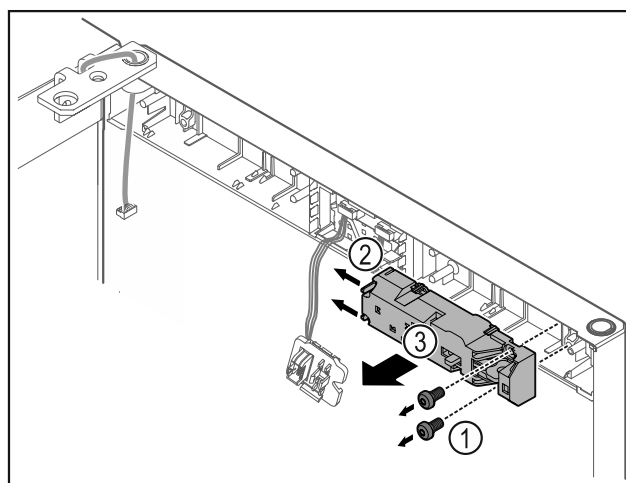

Fig. 23
- ▶ Odstraňte šrouby Fig. 23 (1).
- ▶ Nosič zářky Fig. 23 (2) stlačte na stranu a sejměte dálkový zámek Fig. 23 (3).